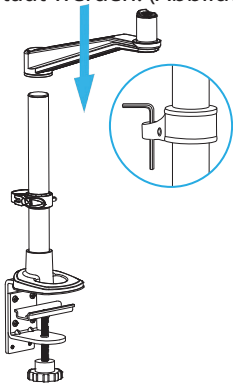

Abbildung 15
4. Den **Schwenkarm am Pfosten** nach unten schieben, bis er auf dem **Kabelmanagement-Clip** aufsitzt. **Inbusschlüssel** kann am **Clip** verstaут werden. (Abbildung 15).